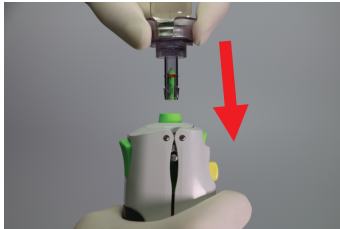

Abbildung 9
- a) Führen Sie die Anordnung aus Spritze und Ampulle in das innere Kerngehäuse des geladenen Injektionsapparats, bis es „klickt“, wie in Abbildung 9 gezeigt.